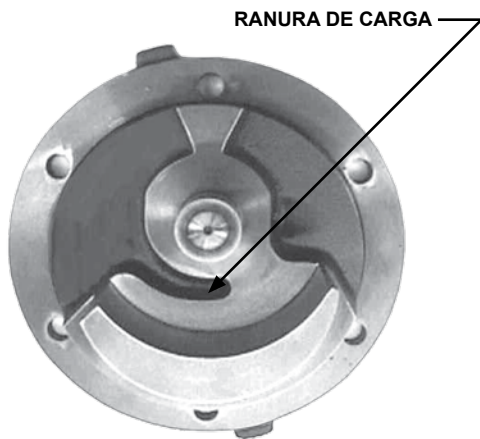

FIGURA 3
Consulte la **FIGURA 3**. Las bombas Viking 4076/4176 son direccionales debido a la ranura de carga del cabezal. Si se invierte la rotación, se deberá reemplazar el conjunto de cabezal y pasador, y se deberá invertir la válvula de alivio de la bomba para que la tapa del tornillo de ajuste apunte siempre hacia el lado de succión de la bomba. La rotación estándar es en el sentido de las agujas del reloj, vista desde el extremo del eje.
8. **BOMBAS KE y KKE:** Rellene el rodamiento de bolas con grasa y empuje o presione el rodamiento en la caja de rodamientos. Consulte la **FIGURA 3** en la página 3.